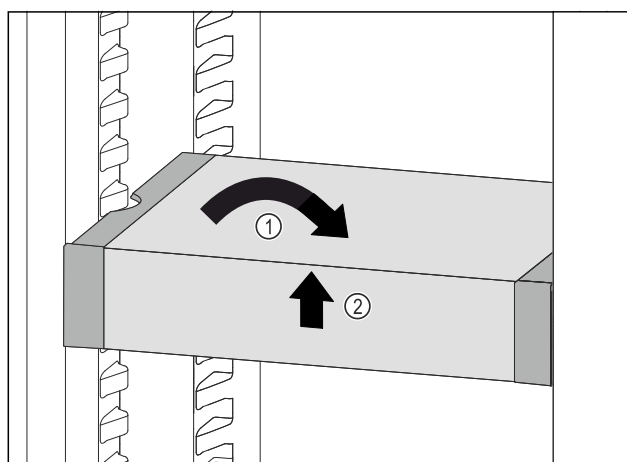

Fig. 134
- ▶ VarioSafe ustawić prosto. Fig. 134 (1)
- ▶ VarioSafe unieść z przodu. Fig. 134 (2)